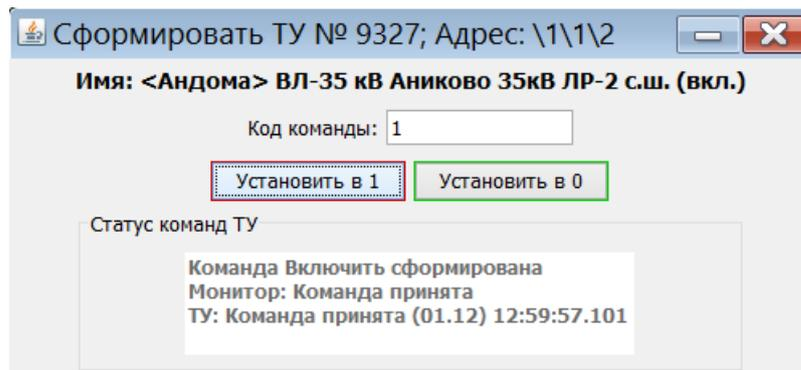

Рисунок 26 – Окно «Информация об объекте ТУ» после ручного ввода команды
– в окне «Сформировать ТУ» – в текстовом поле «Статус команд ТУ» будет выведена информация о выполненных действиях (см. рисунок 26).